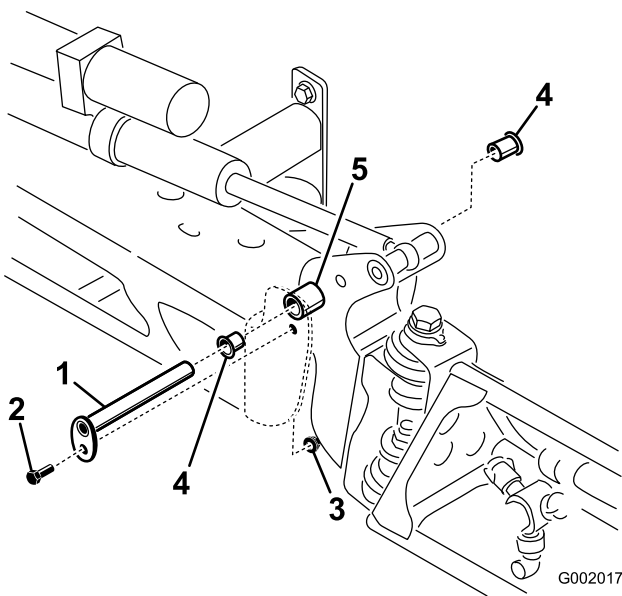

Figure 75
3. Lorsque le poids de la rampe est supporté, retirez le boulon et l'écrou de fixation de l'axe de pivot à l'ensemble rampe (Figure 75). Retirez l'axe de pivot.
5. Déposez et examinez les bagues en nylon à l'avant et à l'arrière du support de pivot (Figure 75). Remplacez les bagues défectueuses.
7. Montez l'ensemble rampe et support de pivot dans le bâti central en alignant les ouvertures (Figure 75).